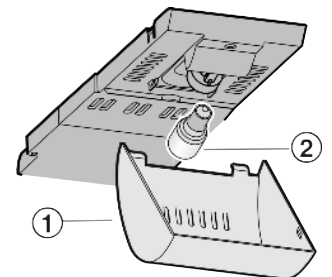

Fig. 14
- ▶ Saisir le recouvrement Fig. 14 (1) devant et le faire déclipser derrière.
- ▶ Remplacer l'ampoule Fig. 14 (2).
- ▶ Remettre en place le recouvrement Fig. 14 (1).